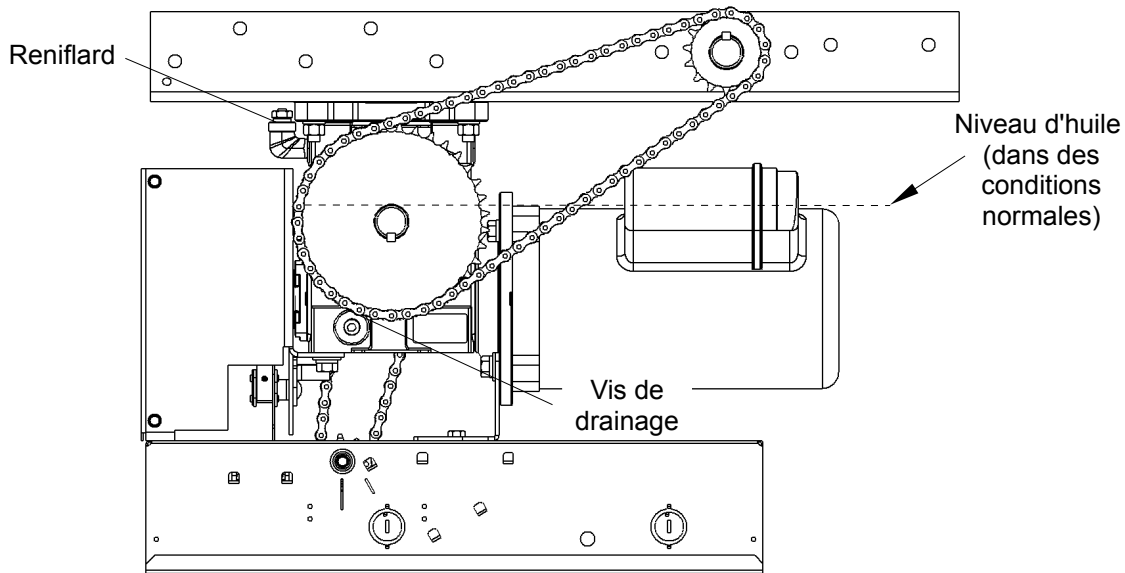

Figure 32 - Reniflard du réducteur
1. Dévisser et enlever le reniflard (coude du reniflard), voir la Figure 32.